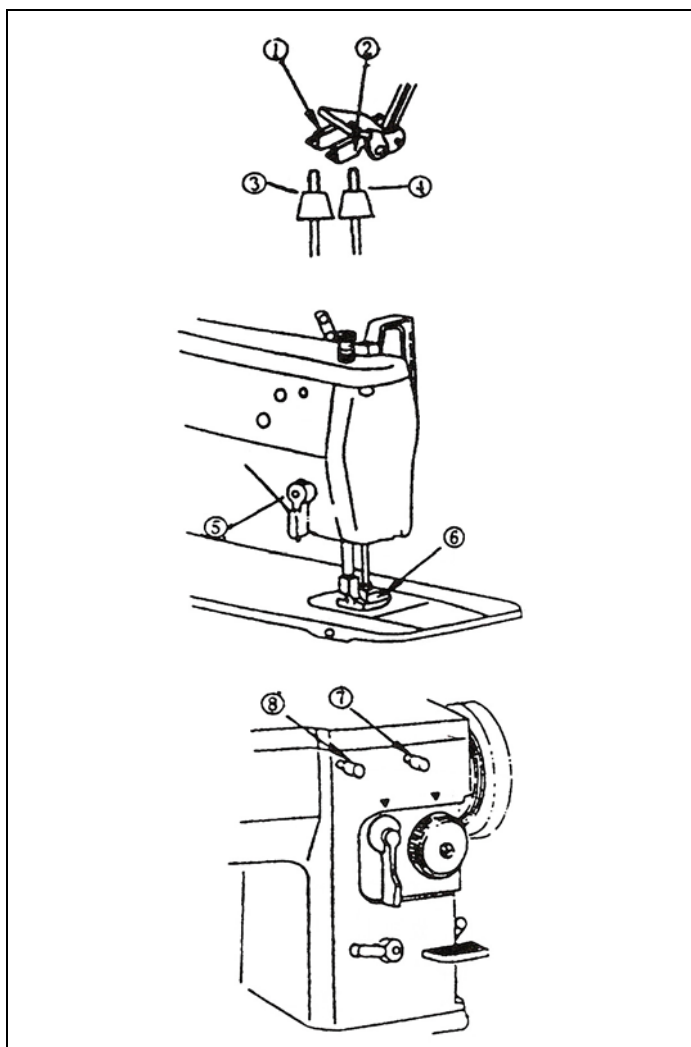

Fig. 25
20. MONTAGEM DO LEVANTADOR DA JOELHEIRA (Fig. 25)
1. Deve-se notar que qualquer regulagem livre pode ser feita na distância horizontal da agulha entre mínimo-máximo. Ajuste a posição vertical da agulha para a posição 0; isto irá ajustar as peças de controle da joelheira para fazer com que o componente controle o movimento de balanço da agulha (fig. 25).